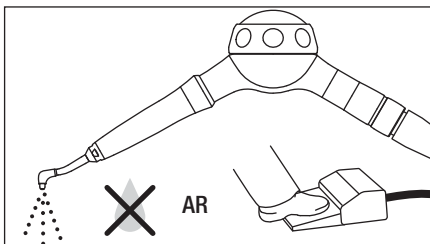

Fig. 6
- 2) Realize o funcionamento em velocidade lenta somente com ar para descarregar a água e o pó no bocal (Fig. 6).